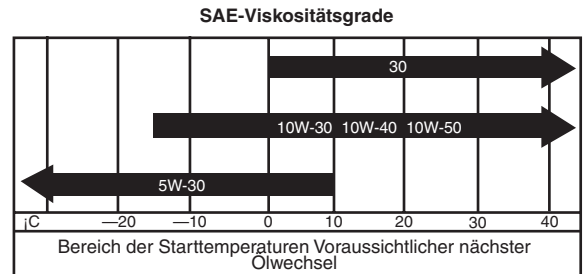

Bild 13
3. Verwenden Sie für den Motor nur hochwertige, waschaktive Öle 10W30, die die Klassifizierung SH oder höher vom American Petroleum Institute (API) aufweisen. Wählen Sie eine entsprechende Viskosität aus. Weitere Angaben finden Sie in der Tabelle in Bild 13.